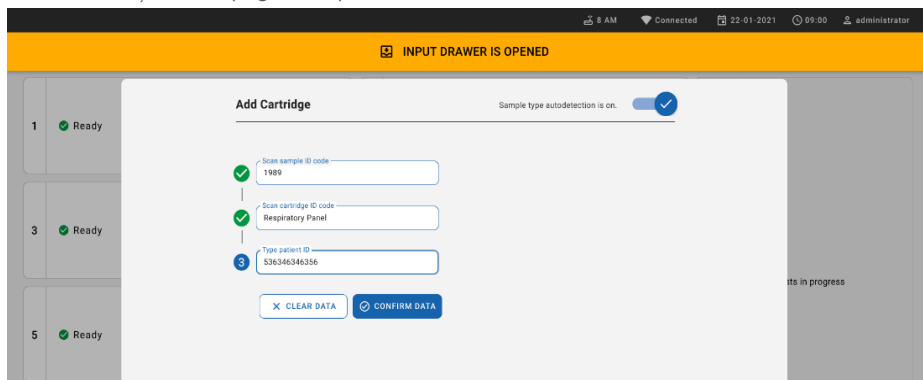

Figura 58. Introducerea ID-ului pacientului
9. Introduceți ID-ul pacientului (Patient ID (ID pacient) trebuie setat la **on** (activ)), apoi confirmați datele (Figura 58).